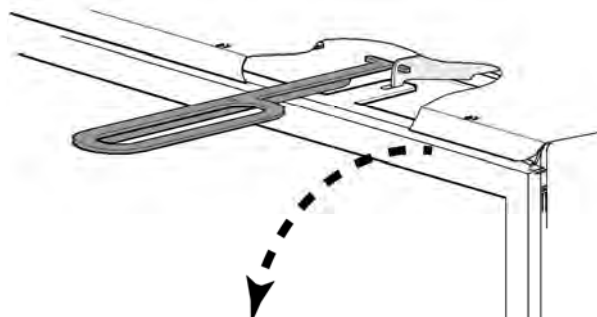

Figure 1. Engagez l'outil dans le trou de chaque loquet à ressort, puis tirez et pivotez pour les décrocher du cadre vitré.
4. Retirez de la palette d'expédition l'outil pour loquets. Utilisez-le pour désengager les deux loquets à ressort du cadre vitré, tel que montré à la fig. 1. Engagez une pointe de l'outil pour loquets dans le trou du loquet et soulevez vers l'avant le crochet du loquet, pour le détacher de la fente du cadre vitré. Pivotez le haut du cadre vers l'avant et désengagez-le des coins inférieurs de l'encastable. Mettez le cadre vitré en lieu sûr, à l'écart.